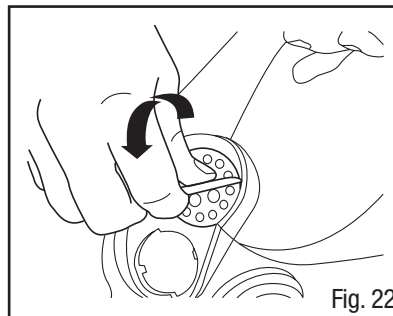

Fig. 22
4. Quite el ensamble de diafragma para comunicación al girar en sentido contrario de las manecillas del reloj 1/4 de vuelta (Fig. 22).